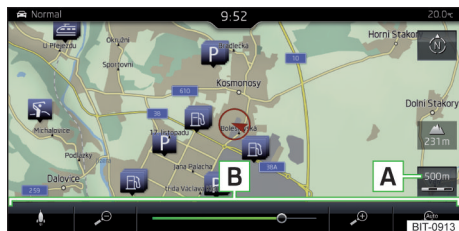
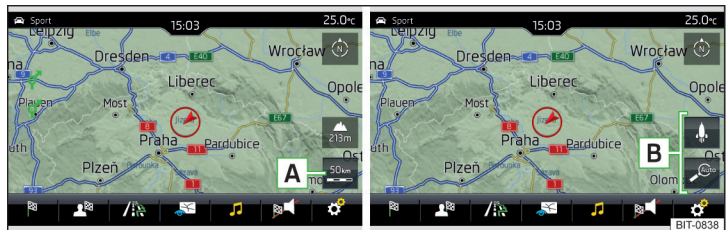

Abb. 221
Abb. 222 Funktionsflächen für die Kartenmaßstabsänderung: Infotainment Amundsén
► Die Funktionsfläche **A** » **Abb. 221** bzw. » **Abb. 222** antippen.
Im Bereich **B** » **Abb. 221** bzw. » **Abb. 222** werden Funktionsflächen für die Kartenmaßstabsänderung eingeblendet.
- Die Funktionsfläche **A** » **Abb. 221** antippen und den Schieberegler verwenden oder die Funktionsfläche  /  im Bereich **B** » **Abb. 221** antippen (gilt für das Infotainment Columbus).